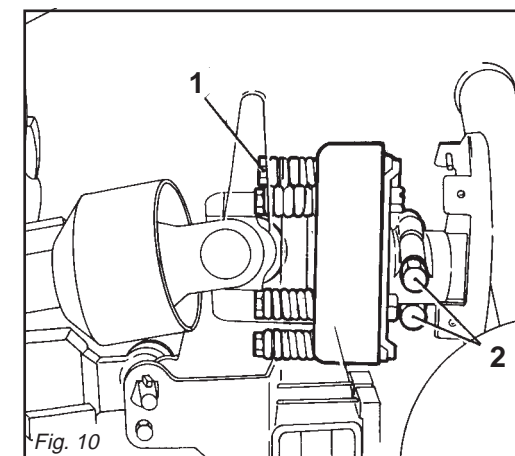

Fig. 10
La frizione è già pre-regolata per uno sforzo medio. Se slitta troppo facilmente (surriscaldandosi) è necessario avvitare uniformemente tutti i dadi (1 Fig. 10) che stringono le molle.
Se la frizione non slitta, svitare uniformemente tutti i dadi (1 Fig. 10) che fissano le molle. Svitare un giro alla volta e verificare la frizione dopo circa 300 metri di lavoro. Se necessario ripetere l'operazione, sempre svitando un giro alla volta. Se la frizione mantiene durante il lavoro una temperatura di circa 40-50 gradi circa significa che è regolata in modo corretto. **Non serrare mai a fondo i dadi, poiché in tal modo si elimina la funzione delle molle e dunque della frizione a danno degli organi di trasmissione.**
The clutch is already pre-adjusted for average stress. If it slips too easily (and overheats), it will be necessary to evenly tighten all the nuts (1 Fig. 10) that retain the springs.
*If the clutch does not slip, evenly unscrew all the spring fixing nuts (1 Fig. 10). Unscrew one turn at a time and check the clutch after having worked about 300 meters. Repeat the operation if necessary, remembering to unscrew one turn at a time. If the clutch maintains a temperature of about 40-50 degrees during work, this means that it has been correctly regulated. **Never fully torque the nuts since this would void the function of the springs and, subsequently, of the clutch, thus damaging the transmission components.***
Die Gelenkwelle kann mit einer Sicherheitskupplung ausgerüstet werden, um die Getriebeteile des Gerätes vor Überlastungen und/oder Beanspruchungen zu schützen. Die Gelenkwelle darf keine Neigung über 10 Grad aufweisen (Abb. 3). Die Kupplung ist auf eine mittlere Beanspruchung voreingestellt. Wenn die Kupplung zu schnell schlupft (Überhitzung), muß man alle Muttern (1 Abb. 10), die die Federn spannen, noch weiter anziehen.
Wenn die Kupplung nicht schlupft, alle Muttern (1 Abb. 10), die die Federn spannen, gleichmäßig lockern. Alle Muttern um eine Umdrehung losschrauben und die Kupplung nach 300 Metern Fahrstrecke prüfen. Den Vorgang falls erforderlich wiederholen, jeweils eine Umdrehung pro Versuch. Wenn die Kupplung während der Arbeit eine Temperatur von circa 40-50°C beibehält, ist sie richtig eingestellt. **Die Muttern nie ganz festziehen, weil dabei die Wirkung die Federn und damit der Kupplung aufgehoben würde, was sich schädlich auf die Getriebeteile auswirken würde.**
L'arbre à cardans peut être équipé d'embrayage de sécurité pour protéger les organes de transmission de la machine en cas d'efforts ou de surcharges excessives. L'inclinaison du cardan de doit pas dépasser 10 degrés (Fig. 3). L'embrayage est déjà réglé pour un effort moyen. Lorsqu'il patine facilement (en se surchauffant) il faut visser de manière uniforme tous les écrous (1 Fig. 10) de serrage des ressorts.
*Si l'embrayage ne patine pas, dévissez de manière uniforme tous les écrous (1 Fig. 10) de fixation des ressorts. Dévissez d'un tour à la fois et vérifiez l'embrayage après environ 300 mètres de travail. Si nécessaire, répétez l'opération en dévissant toujours d'un tour à la fois. Quand l'embrayage maintient une température d'environ 40-50 degrés pendant le travail, cela signifie qu'il est réglé correctement. **Ne serrez jamais à fond les écrous car cela annule la fonction des ressorts et donc de l'embrayage au détriment des organes de transmission.***
El embrague está ya pre-regulado para un esfuerzo medio. Si patina muy fácilmente (recalentándose) es necesario ajustar uniformemente todas las tuercas (1 Fig. 10) que apretan en el resorte.
Si el embrague no patina, aflojar uniformemente todas las tuercas (1 Fig. 10) que fijan el resorte. Aflojar una vuelta a la vez y controlar el embrague luego de 300 metros de trabajo. Si es necesario repetir la operación siempre aflojando un giro a la vez. Si el embrague mantiene durante el trabajo una temperatura de 40-50 grados significa que está regulado en modo correcto. **No ajustar jamás a fondo las tuercas, ya que así se inutiliza el resorte y la fricción dañando los órganos de transmisión.**